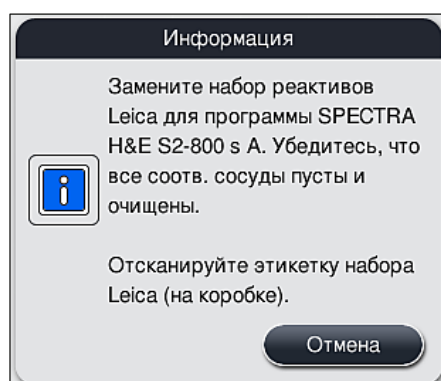

Рис. 57
1. При появлении на экране информационного сообщения (→ "Рис. 57") разместите этикетку с картонной упаковки перед датчиком RFID на передней панели прибора (→ "Рис. 58-1") и сканируйте ее.
- Сканирование набора реактивов Leica можно отменить только с помощью кнопки **Отмена** в информационном сообщении, представленном на (→ "Рис. 57"), до начала сканирования этикетки упаковки без истечения срока годности набора реактивов Leica.